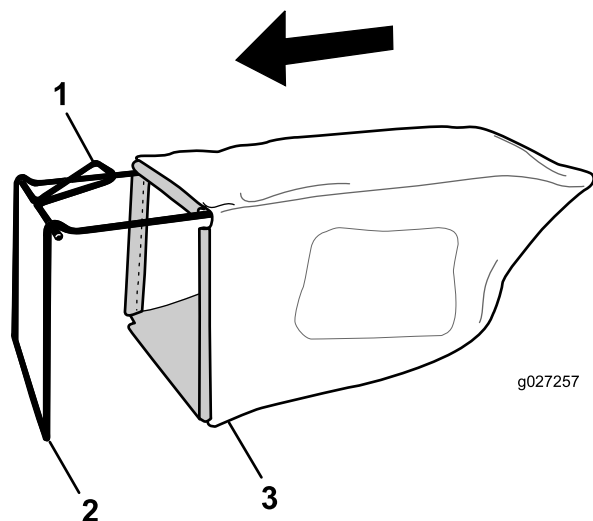

図9
1. 図9に示すように、フレームにバッグを取り付ける。
注 ハンドルにバッグを被せないでください図9。